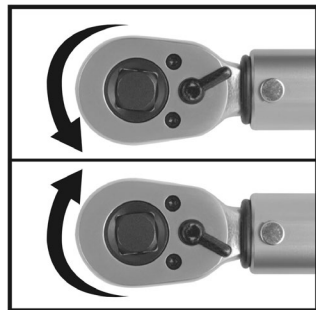

Figure 4
4. Réglez le sélecteur de direction à la position désirée (Fig. 4).